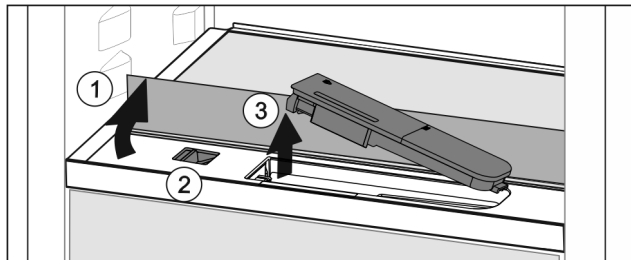

Fig. 164
- ▶ Steklenu ploščo dvignite in jo sklopite nazaj do omejevalnika Fig. 164 [1].
- ▶ Drsnik Fig. 164 [2] potisnite v levo.
- ▶ Odstranite rezervoar za vodo Fig. 164 [3].